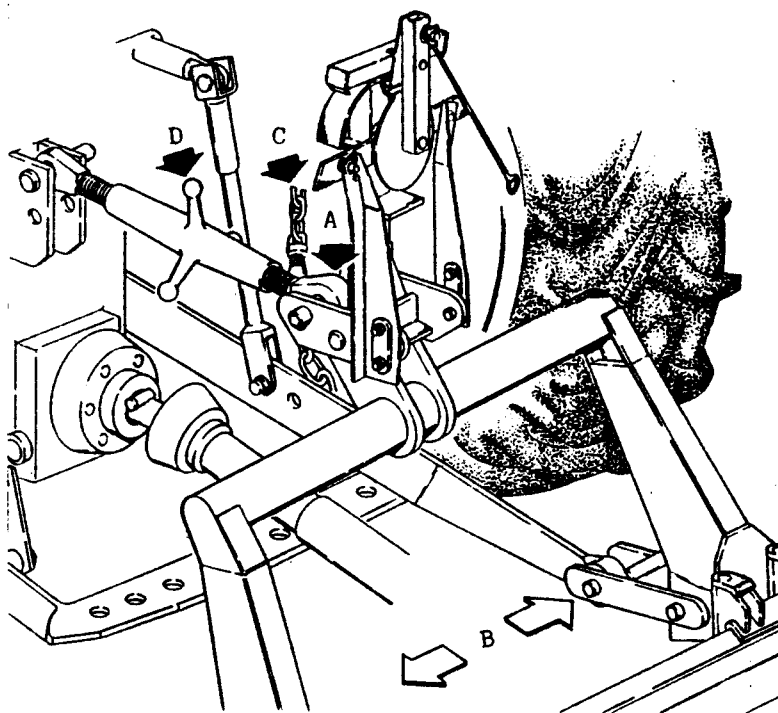
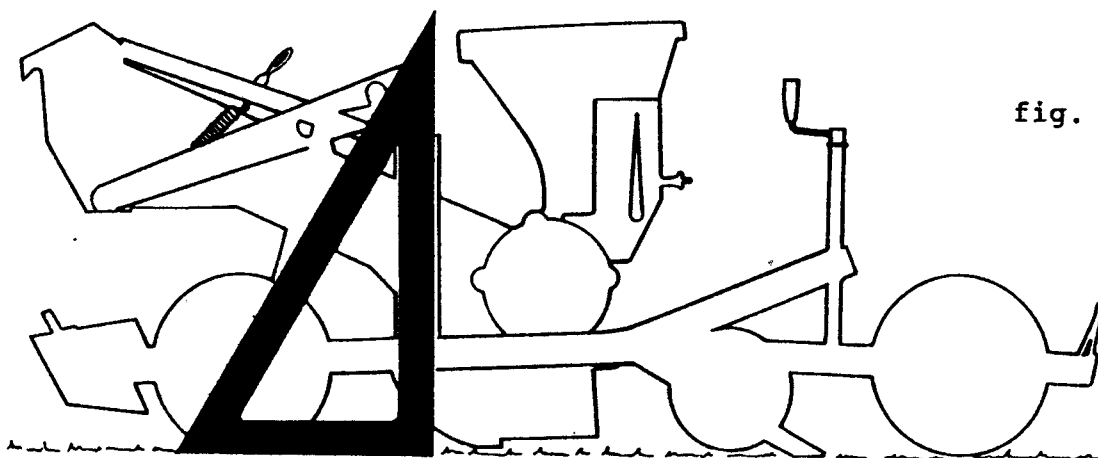

fig. 1
fig. 2
① Attacco seminatrice al trattore
Collegare la seminatrice al trattore sui tre punti (A-B) Fig. 1. Tendere le catene stabilizzatrici (C) del trattore per centrarla e ridurre al minimo le oscillazioni laterali durante la semina.
Con il braccio del terzo punto (D) regolare l'inclinazione dei seminatori la cui posizione è corretta quando sono perpendicolari al suolo (Fig. 2). Prima di iniziare la semina sollevare i puntelli di sostegno della seminatrice.
② Coupling of the planter
Couple the planter to the three points of the tractor (A-B) Fig. 1. Adjust the chains of the tractor (C) to center the planter and so reduce side vibrations. Make sure that planting units are perpendicular to the ground by means of the arm of the third point (D) Fig. 2. In case the furrowing is difficult due to the soil condition, incline them as indicated on point 1, Fig. 2. Before starting seeding lift the supports of the planter.
③ Attelage du semoir au tracteur
Atteler le semoir aux trois points du tracteur (A-B), selon Fig. 1. Tendre ensuite les chaînes stabilisatrices (C), de telle sorte que le semoir soit positionné dans l'axe longitudinal du tracteur, et que ses possibilités de déplacement latéral durant le semis soient réduites au minimum. Procéder au réglage du bras télescopique du troisième point (D), de telle sorte que le semoir soit parallèle au terrain Fig. 2. Avant d'entreprendre le travail de semis, relever les béquilles de support du semoir.
④ Anbau der Sämaschine an den Schlepper
Verbinden Sie die Sämaschine mit der Dreipunkthydraulik gemäß Fig. 1 (A-B). Spannen Sie die Stabilisatorketten (C) der Unterlenker so, daß sich die Maschine zentriert und seitliche Bewegungen der Maschine beim Säen minimiert werden. Mit dem Oberlenker (D) stellen Sie die Neigung der Maschine ein. In richtiger Stellung ist die Maschine parallel zum Boden.
⑤ Enganche de la sembradora al tractor
Emsablar la sembradora al tractor sobre los tres puntos (A-B) Fig. 1. Extender las cadenas (C) del tractor para centrarla y reducir al mínimo las oscilaciones laterales durante la siembra. Con el brazo del tercer punto (D) regula la inclinación de la sembradora cuya posición es correcta cuando están paralelos al suelo. Antes de iniciar la siembra levantar los patas de apoyo de la sembradora. Regular la inclinación de los sembradores cuya posición resulta correcta estando perpendiculares al suelo (Fig. 2). Inclinarlos como indica el punto (1) fig. 2, cuando la naturaleza del terreno hace que sea difícil trazar los surcos.